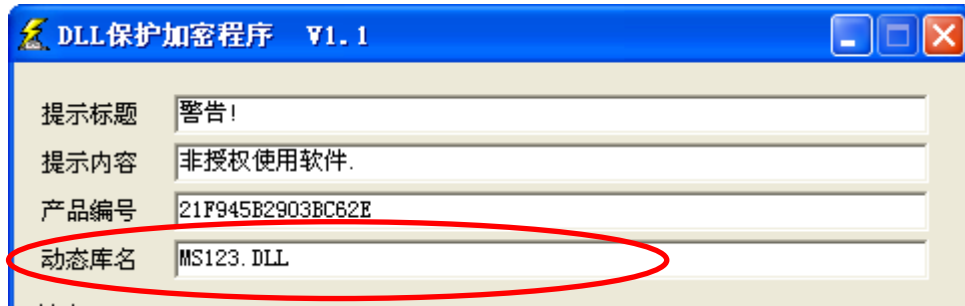

图 7.22 设置程序声明或引用的 DLL 文件名
8. 在DIINTShell的主界面中，有一个“动态库名”栏，这里一定要输入待加密程序里声明API来源的DLL文件名，比如本小节第3点的MS123.dll，参考如图7.22所示。